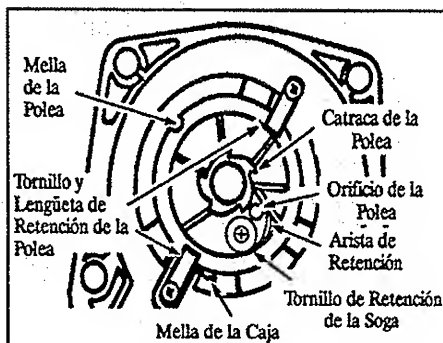

Figura 16
- Retire el tornillo retentor en la polea (Figura 16) y saque los pedazos quebrados de sogla, si hay.
- Agarre la catraca de la polea y enrosque la polea hacia la derecha (en el sentido del reloj) hasta que la polea se detenga. Luego, desenrosque lentamente la polea hacia la izquierda (en contra del sentido del reloj) hasta que la mella en la polea esté alineada con la mella en la caja de la polea. Figura 16. Introduzca la llave hexagonal en el orificio formado por ambas mellas. Figura 16.
- Pase la otra punta de la soga por la arandela de metal y luego por el Orificio de la Polea. Figura 16.
- Pase la soga dentro de la polea, luego por el Orificio de la Polea. Figura 16.